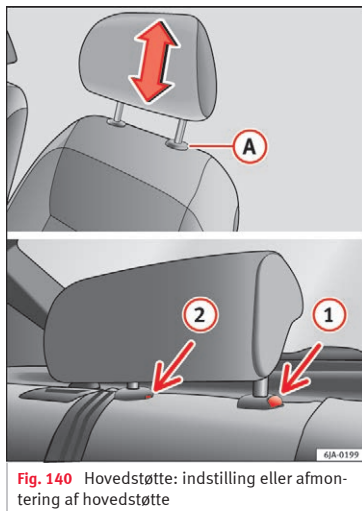

Fig. 140 Hovedstøtte: indstilling eller afmontering af hovedstøtte
- Tryk på knappen **A** »» Fig. 140, og træk hovedstøtten ud.
- Tryk på låseknappen **1** »» Fig. 140, og tryk samtidig en flad skruetrækker (maksimalt 5 mm) ind i åbningen **2**, og træk hovedstøtten ud.